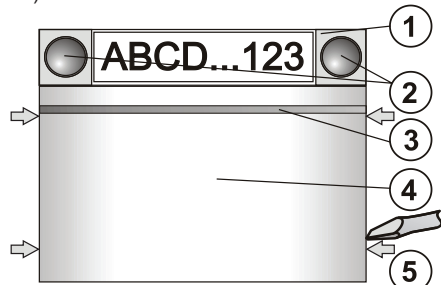

Рисунок: 1 – контрольный сегмент; 2 – кнопки сегмента; 3 – кнопка активации подсветки; 4 – модуль RFID; 5 – защелки для открытия модуля;
- Последовательно нажмите на защелки (5) на сторонах (см.рис.1) и отделите модуль от пластикового основания.
- Подключите кабель шины к терминалам (9).